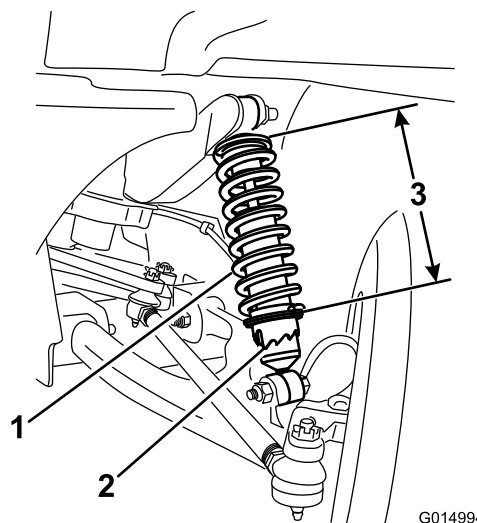

Figura 33
3. Utilizzando l'attrezzo TORO6010 ruotate il collare sull'ammortizzatore per cambiare la lunghezza della molla (Figura 33).